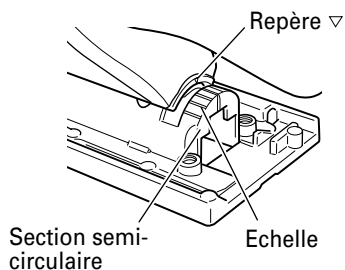

Fig. 21
- (2) Aligner l'échelle (de 0 degré à 45 degrés par incréments de 15 degrés) de la section semi-circulaire de la base sur le repère [▽] du couvercle du réducteur. (Fig. 21)